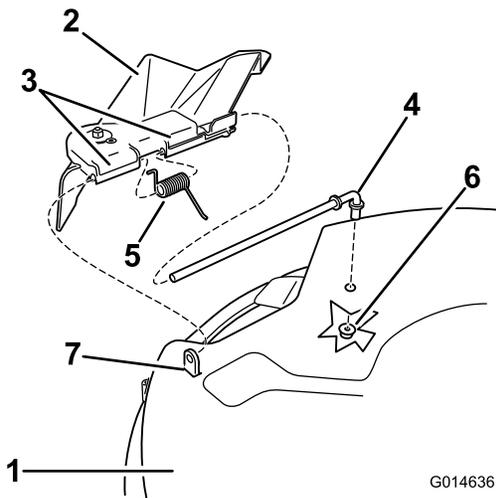
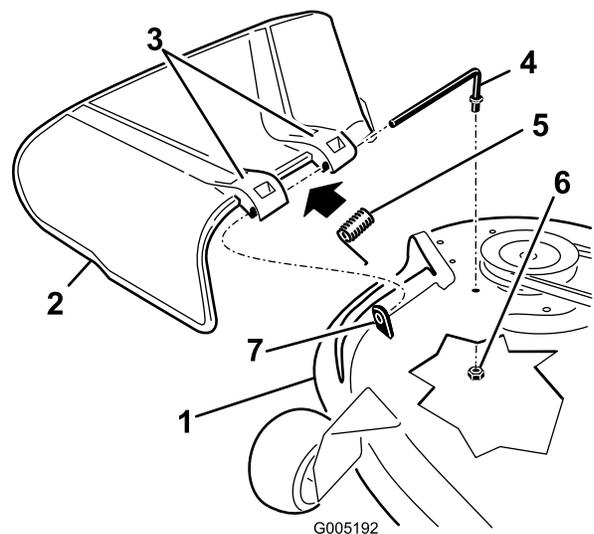

Figure 66
Figure 67
1. Repérez les éléments illustrés à la Figure 66 et Figure 67.
2. Retirez l'écrou (3/8 pouce) de la tige, sous le plateau de coupe (Figure 67).
3. Sortez la tige de la courte cheville de positionnement, du ressort et du déflecteur d'herbe (Figure 67).
5. Remettez en place le déflecteur d'herbe (Figure 67).
7. Placez le ressort sur la tige, les fils d'extrémité dirigés vers le bas, entre les supports du déflecteur d'herbe. Insérez la tige dans le deuxième support du déflecteur d'herbe (Figure 67).
9. Fixez l'extrémité arrière de la tige dans le plateau de coupe à l'aide d'un écrou (3/8 po), comme montré à la Figure 67.